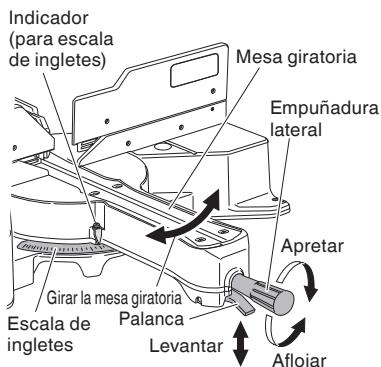
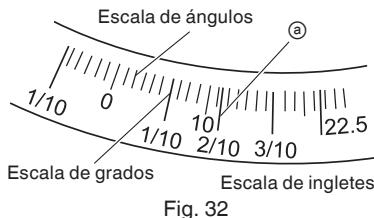

Fig. 31
Fig. 32
- (1) Afloje la empuñadura lateral y tire hacia arriba de la palanca para los topes de ángulo. Luego, ajuste la mesa giratoria hasta que el indicador se alinee con el ajuste deseado de la escala de ángulos de inglete (Fig. 31).
- (2) Vuelva a apretar la empuñadura lateral para asegurar la mesa giratoria en la posición deseada.
- (3) La escala de ingletes (Fig. 32) indica tanto el ángulo de corte de la escala de ángulos como el gradiente en la escala de ángulos.
- (4) El gradiente, que es la proporción de la altura hasta la base de la sección triangular a extraerse, puede utilizarse para el ajuste de la escala de ingletes en vez del ángulo de corte, si así se desea (consulte la Fig. 32).
- (5) Por lo tanto, para cortar una pieza de trabajo con un grado de 2/10, ajuste el indicador ④ la posición a como se indica en la Fig. 32.